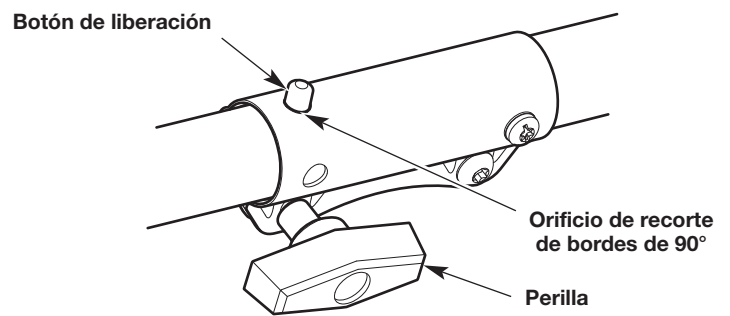

Fig. 17
1. Gire la perilla en el sentido contrario a las agujas del reloj para aflojar el acoplador (Fig. 17).
2. Oprima y mantenga apretado el botón de liberación (Fig. 17).
3. Rote el accesorio hasta que el botón de liberación entre a presión firmemente dentro del orificio de rebordes de 90° (Fig. 17).
4. Gire la perilla en el sentido de las agujas del reloj para apretar el acoplador (Fig. 17).